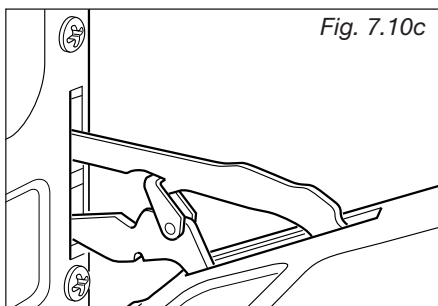

Fig. 7.10c
- En entrouvrant doucement la porte, décrocher et extraire la broche inférieure des charnières de leur emplacement (fig. 7.10C).